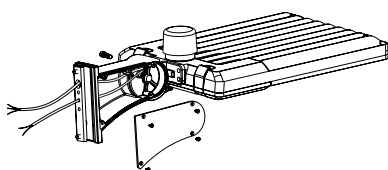

Figure 3
Étape 1 : Retirez les vis de montage du support sur le luminaire, ouvrez le couvercle latéral du support et faites passer le fil à travers le support. (Fig. 3)